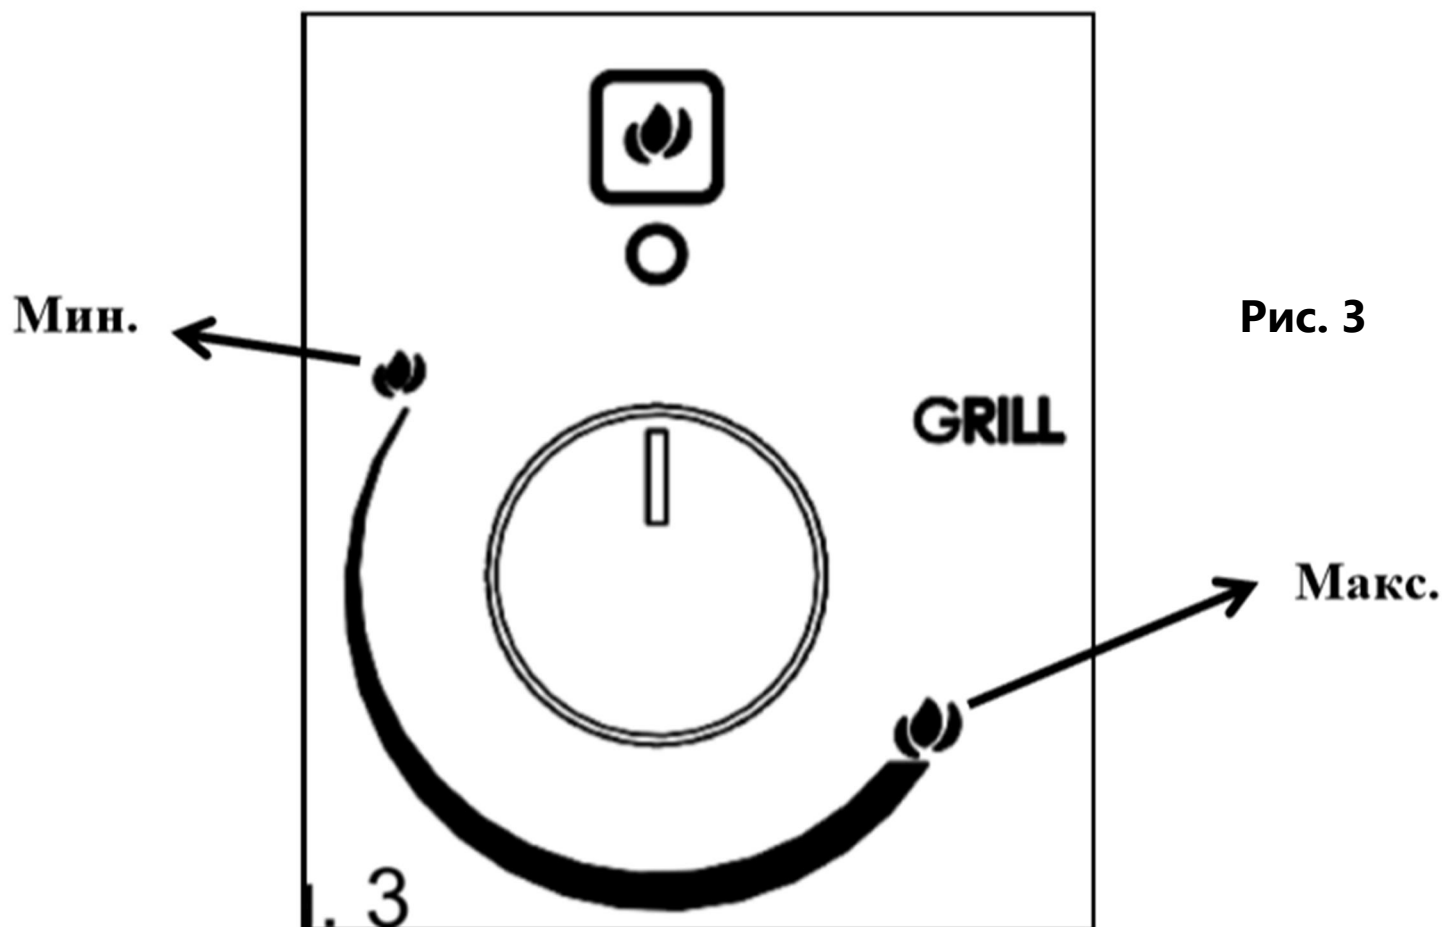

Рис. 3
- Для включения электрического зажигания, нажмите на ручку термостата, и, придерживая ручку, приведите на максимальную позицию (Рисунок 3), повернув её против часовой стрелки (Рисунок 4). **Никогда не продолжайте этот процесс больше 15 секунд. Если горелка не горит, подождите одну (1) минуту и повторите зажигание заново.**
- Для включения электрического зажигания, нажмите на ручку регулировки температуры, и придерживая кнопку, приведите на максимальную позицию ГРИЛЬ (Рисунок 3), повернув по часовой стрелке (Рисунок 6). Никогда не продолжайте этот процесс больше 15 секунд. Если горелка не горит, подождите одну (1) минуту и повторите зажигание заново. В случае неисправности электричества, для ручного включения духовки, поднесите огонь к правой и левой стороне горелки (Рисунок 7), после этого нажмите на ручку термостата (Рисунок 6) и поверните.